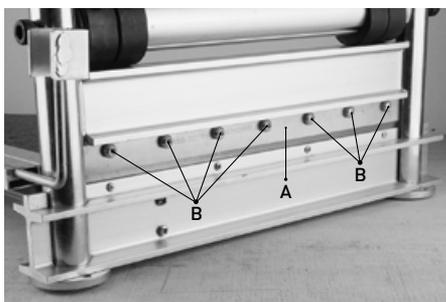

FIGURE 11
1. Pour retirer le couteau (Fig. 11-A), dévissez et retirez les sept vis à tête hexagonaux (Fig. 11-B) en utilisant la clé hexagonale fournie. Retirez soigneusement le couteau.